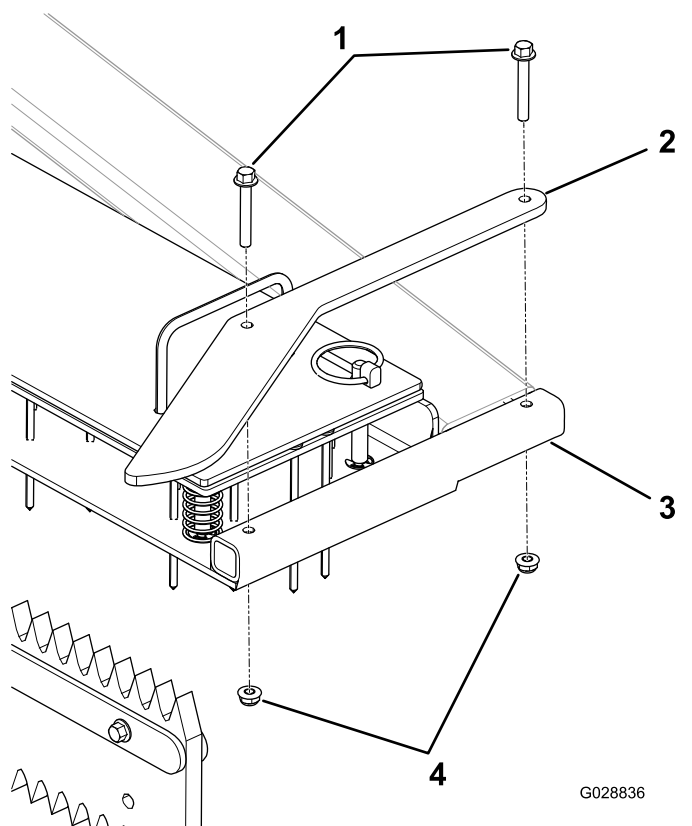

Figura 10
1. Alinhe os furos num resguardo lateral com os furos na lateral da estrutura da barra escarificadora como se mostra na Figura 10.
2. Prenda o resguardo lateral com os dois parafusos e duas porcas (Figura 10).